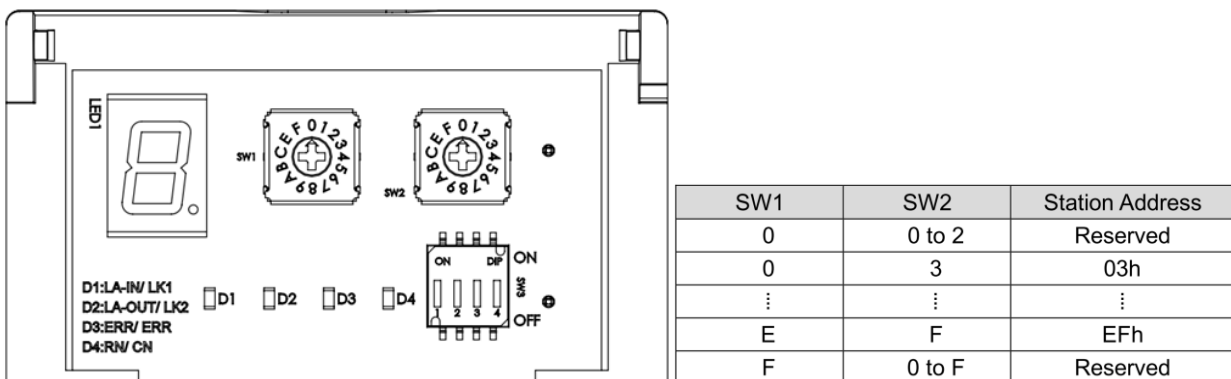

図 1.2
2. 図 1.2 にドライバーのノブ図とステーションアドレス(03h~EFh)の設定範囲を示します。